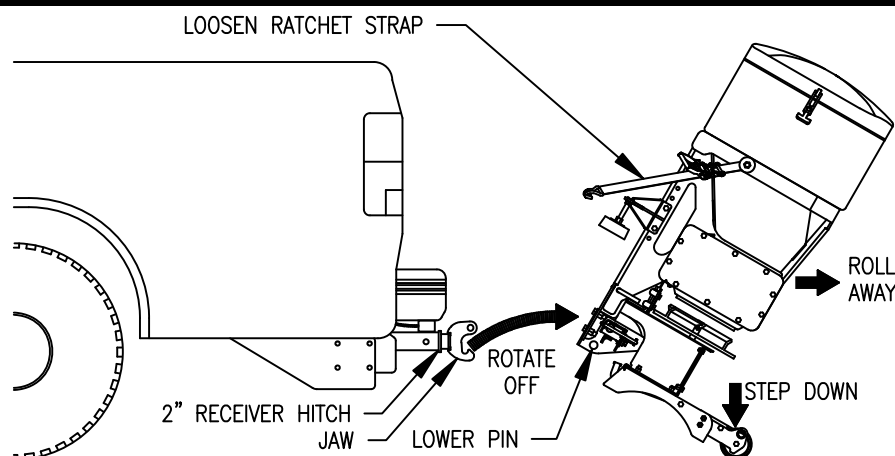

Bild 13. RT3 Aufnahme Abbau Prozedur
9. Halten Sie den Streuer fest, stellen sich auf das Fußteil und drehen den Streuer aus dem unteren Zapfen, siehe Bild 13.